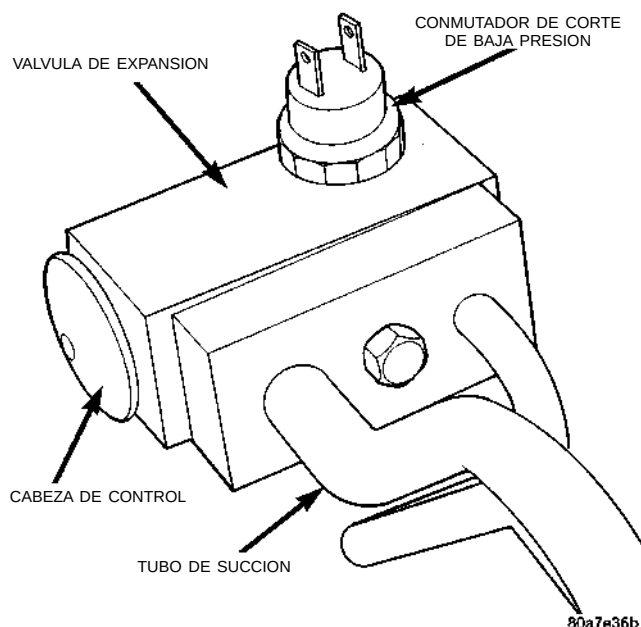

Fig. 37 Conmutador de corte de baja presión y válvula de expansión - Característicos
(1) Desconecte el conector de cables del tipo cubierta en el conmutador de corte.
(2) Retire el conmutador de la válvula de expansión utilizando un casquillo de acoplo del tipo para desmontaje del conjunto de transmisor (Fig. 37).